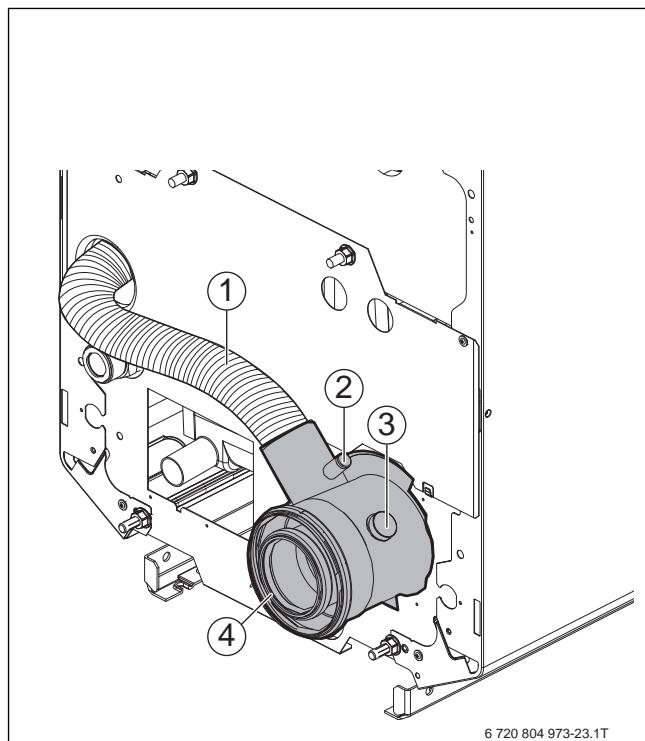

Рис. 24 Штуцер подачи воздуха - отвода дымовых газов
Замеры всегда выполняются в трубе отвода дымовых газов (→ рис. 24, [3]) или в штуцере подачи воздуха - отвода дымовых газов (→ рис. 24, [2]).
- Опустите измерительный датчик в отверстие для замеров в патрубке дымовых газов (→ рис. 24, [3]) в центр потока (середина трубы), где дымовые газы имеют наивысшую температуру.